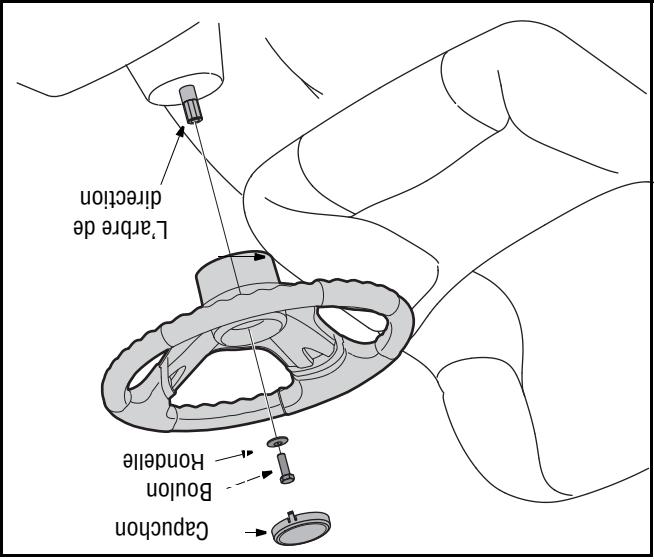

Figure 1
3. Placez la rondelle, côté creux vers le dessous, sur l'arbre de direction. Voir la Figure 1.